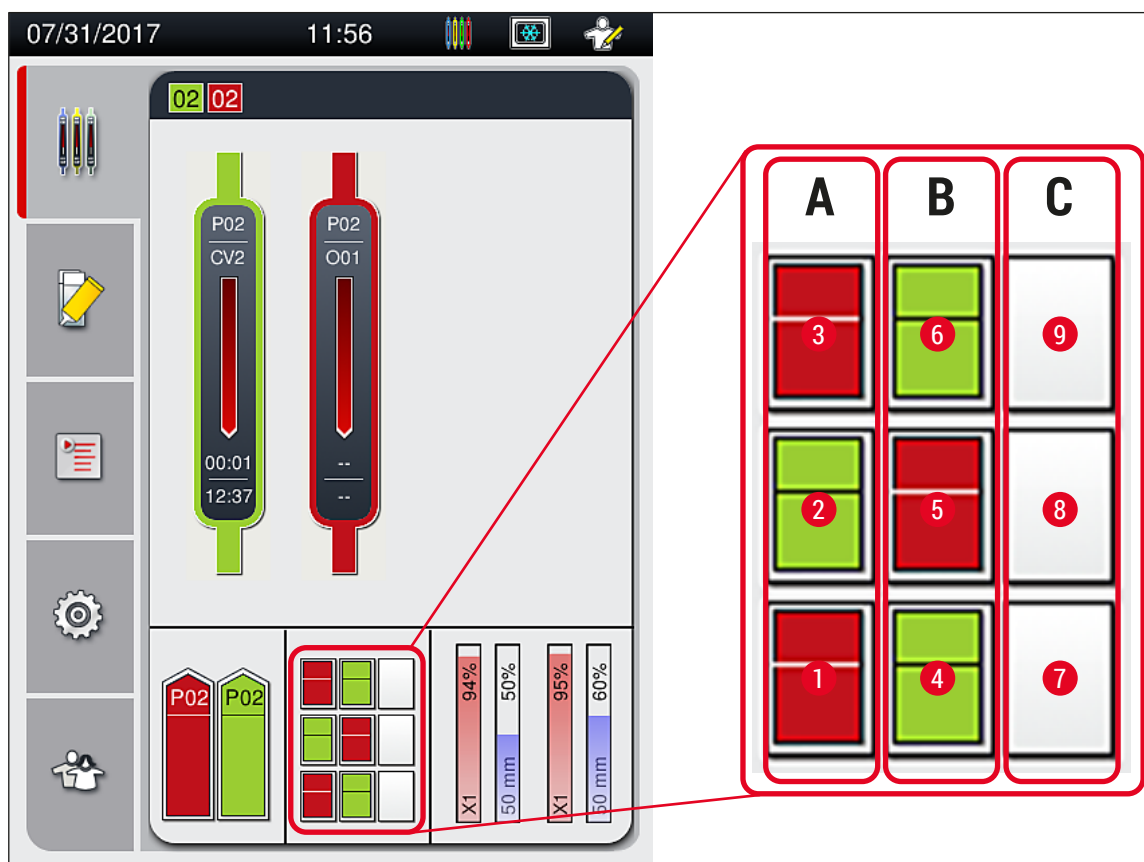

Fig. 75
- Udføringskuffen kan rumme op til 9 stativer. Stativerne placeres i udføringskuffen i den viste rækkefølge fra A1 til C9 (→ Fig. 75).